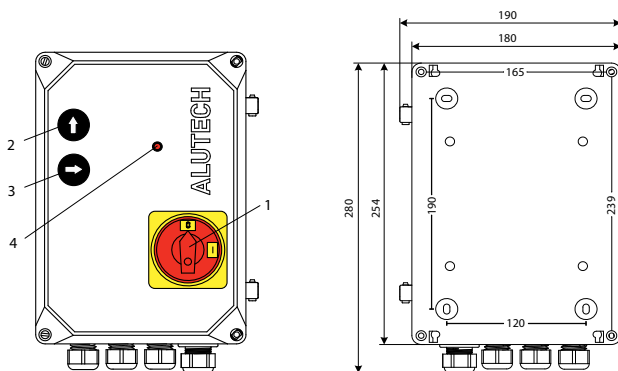
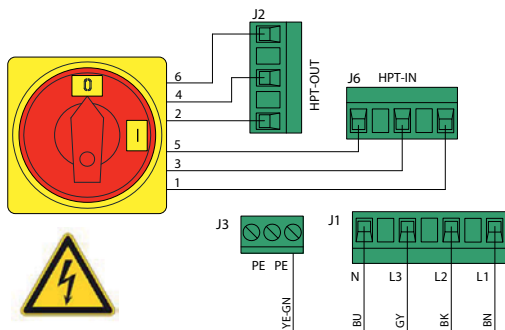

Рисунок 1. Блок управления (размеры указаны в миллиметрах)
Рисунок 3. Подключение сети и сетевого выключателя
Блок предназначен для управления компонентами перегрузочного оборудования. Непосредственно для перегрузочной платформы с телескопической (выдвижной) аппарелью, оснащенной 2-клапанным гидравлическим агрегатом. На крышке корпуса блока расположены выключатель сети **1** (рис. 1), кнопки управления **2** и **3**, светодиод индикации **4**.
HL1	Светодиод, сигнализирующий о работе кнопок управления 2 и 3 (рис. 1). Светит, если нажата кнопка управления
J1	Разъем подключения сети (рис. 3)
J2	Разъемы подключения выключателя сети 1 (рис. 1, рис. 3).
J10	Разъем подключения кнопок управления 2 и 3 , светодиода 4 (рис. 1, рис. 7)
Положение установленной переключки в разъемах J12 и J13 запоминается при переключении выключателя сети **1** (рис. 1) из положения 0 (положение «Выключено») в положение I (положение «Включено») и сохраняется в течении работы блока управления. При необходимости изменения положения переключки в разъемах J12 и J13 отключите блок от сети, установите переключку в требуемое положение и включите блок в сеть.
1. Для подачи напряжения питания на модуль блока управления переключите выключатель сети **1** (рис. 1) в положение **I** (положение «Включено»).
Если после включения блока управления не светит или моргает светодиод **4** (рис. 1), то перейдите к разделу 7 «Неисправности и рекомендации по их устранению».
6. После успешного выполнения пробных циклов, платформа должна вернуться в исходное положение. Для отключения напряжения питания переключите выключатель сети **1** (рис. 1) в положение **0** (положение «Выключено»).